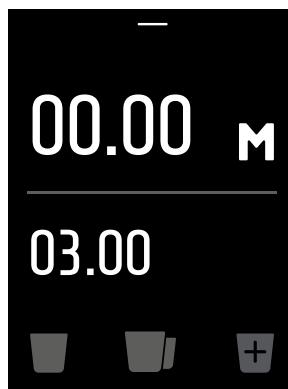

Fig. 5c
- 4 Premere con la coppa portafiltro il pulsante start (10, Fig. 1) e mantenerlo premuto per il tempo desiderato che viene visualizzato sul display. La barra di avanzamento della dose lampeggia (vedere Fig. 5c). Una volta rilasciato il pulsante start, si avvia lo SweepOut. Il display visualizza il tempo rimanente per lo SweepOut con la barra di avanzamento che lampeggia.